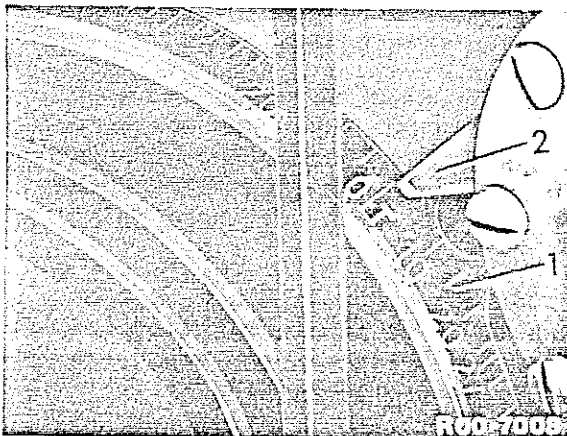

Fig.00-5/1
1. Zet de zuiger van de eerste cilinder in BDP (eind compressieslag). De zuiger van de eerste cilinder staat in BDP (eind compressieslag), wanneer de afstelstift (2) gelijk staat met het merkteken OT op de trillingsdemper (1) (fig. 00-5/1). Zowel de inlaat- als ook de uitlaatklep van de eerste cilinder zijn gesloten. De kleptuimelaars 1 en 2 worden niet belast en de kleppen 7 en 8 van de vierde cilinder staan op tuimelen, d.w.z. de uitlaatklep sluit en de inlaatklep gaat open.